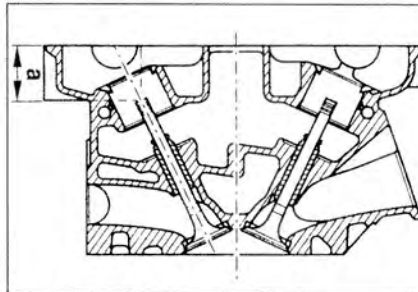

Рис. 2.50. Измерьте расстояние «а» между концом стержня клапана и верхним краем головки блока цилиндров.
2. Измерьте расстояние «а» между концом стержня клапана и верхним краем головки блока цилиндров (рис. 2.50).